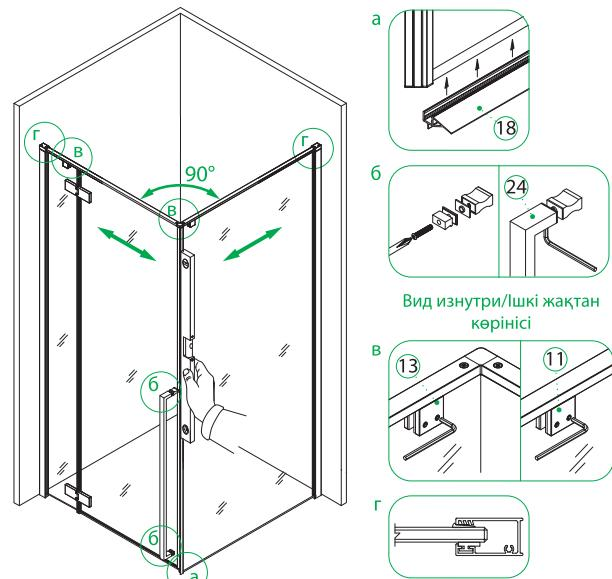

Рис. 13/13-сур.
- Установите нижний уплотнитель двери PVC (№18, рис. 13-а). Закрепите дверную ручку (№24, рис. 13-б). Выровняйте закаленные стекла с помощью уровня (рис. 13) таким образом, чтобы магнитные уплотнители плотно прилегали друг к другу, образовывая ровный угол и все грани были под прямым углом — после чего сначала крепко зафиксируйте верхние держатели стекла (рис. 13-в), а после плотно закрепите уплотнители EVA в пристенные профили (рис. 13-г).